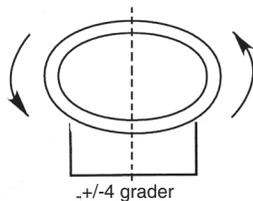

Fig. 3A
4. Använd väggfästet som mall, märk ut skruvhålen på monteringsytan, borra hål för fästskruvarna, där strålkastaren skall monteras. Använd lämpliga skruvar och ev. pluggar strålkastaren skall monteras stabilt! Placera strålkastaren horisontellt ($\pm 4^\circ$) (Fig. 3A).